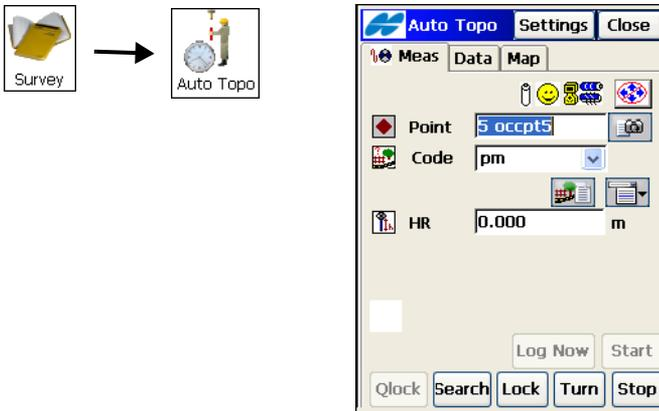

Abbildung 8-53. AutoTopo
2. Geben Sie Namen und Code für den *Start-* und *Endpunkt* ein (Abbildung 8-53 auf Seite 8-51). Zum Messen des Punktes tippen Sie auf **Mess** neben dem entsprechenden Feld.
2. Geben Sie den Punktnamen, den Code und die Zielhöhe ein (Abbildung 8-53).